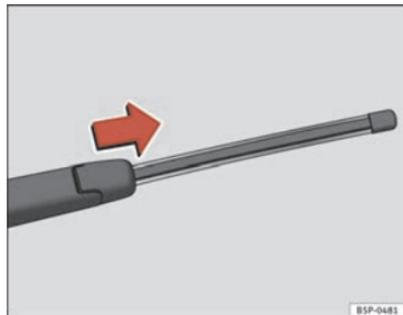

Fig. 150 Estrarre la spazzola tergilunotto
- Sollevare il braccio del tergicristallo dal lunotto ⇒ fig. 150.
- Scorrere l'adattatore della spazzola nella direzione della freccia e rimuovere la spazzola ⇒ fig. 150.